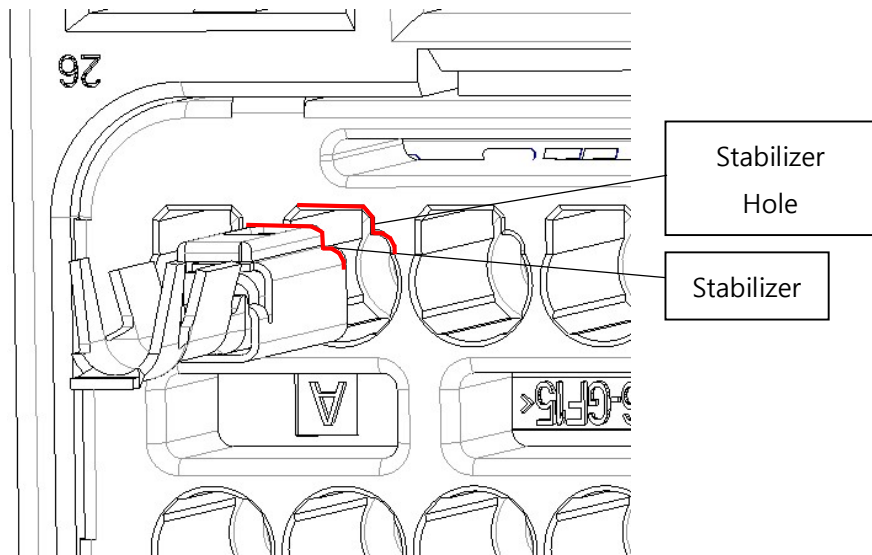

Fig. 8
- (2) Fig. 8 에 보여지는 것과 같은 방향으로 각 단자를 **Cavity** 에 삽입하십시오. 단자가 걸려서 삽입이 멈추어지면 작업이 완료된 것이다.